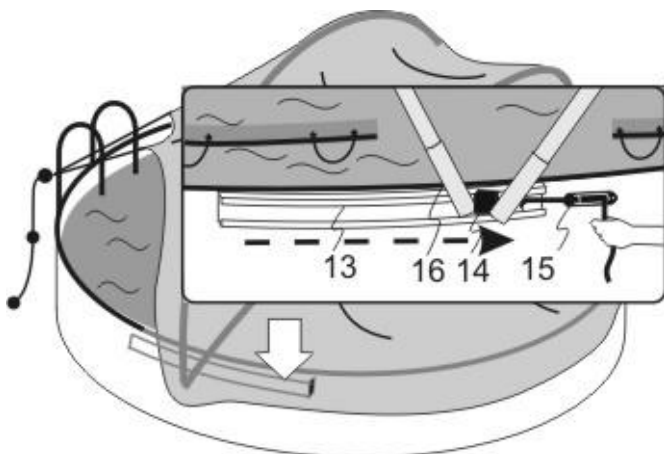

Abb. 10.3
- Das Zugseil an die Einstiegsleiter anhängen. Cabrio Dome entlang des „C“ Profils schieben und das Seil im Schieber (14) in den Spanner (15) einklemmen. (Abb. 10.3)